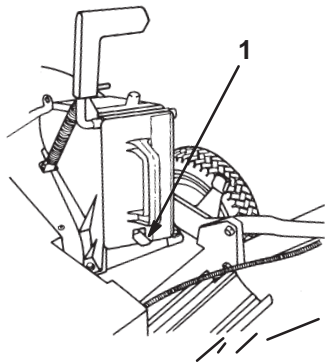

Bild 5
3. Schieben Sie die Abdeckung so weit ein, dass der Federclip an der Unterseite der Abdeckung einschnappt. Dadurch wird sie sicher im Auswurfkanal befestigt (Bild 5).